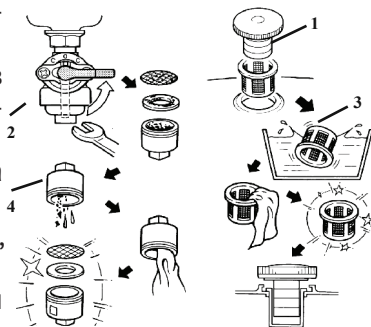

рис. 6
- снимите крышку бензобака (рис.6 поз.1) и колпачок крана подачи бензина (рис.6 поз.2), стараясь не повредить уплотнение;
- удалите загрязнения с фильтров (рис.6 поз.3 и 4) промыванием в растворе (типа Уайт-Спирит) и продувкой;
6.6.2 Слейте или полностью выработайте имеющееся в баке топливо (слив производится снятием колпачка крана подачи топлива (рис.6 поз.2).